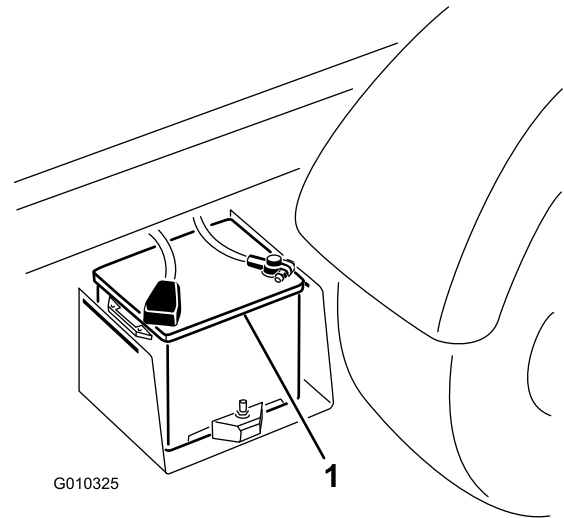

図 50
2. 2台のバッテリーのプラス端子同士をブースタケーブルでつなぐ 図 50。